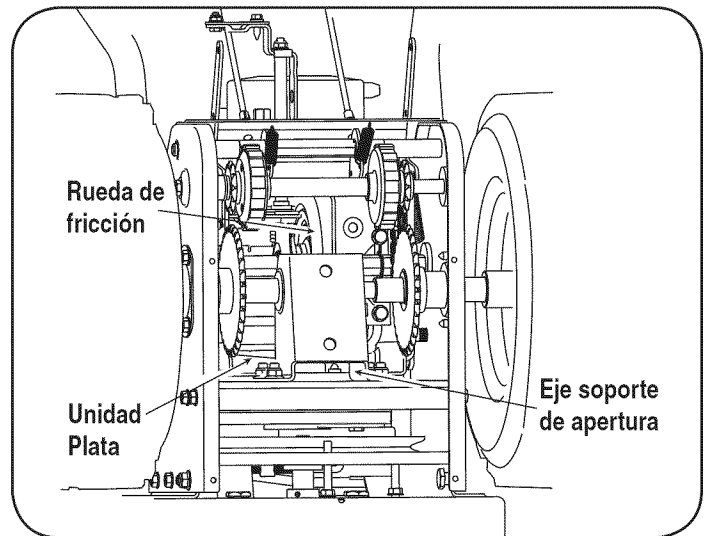

Figura 24
2. Busque la apertura entre el soporte del eje delantero y el marco de apoyo (véase la Figura 24). Mirando a través de esta apertura, con la rueda de control en libertad, debe haber espacio entre la rueda y la fricción de la placa de la unidad en todas las posiciones de la palanca del selector de velocidad.
3. Con la rueda de control dedicado, la fricción de la rueda deberá ponerse en contacto con la placa de la unidad. Vea la Figura 24.